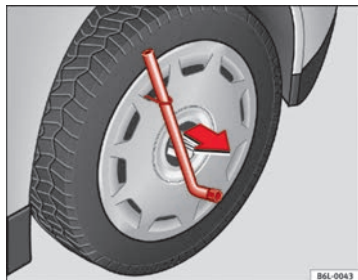

Fig. 144 Retirer l'enjoliveur de roue plein
- Retirez l'enjoliveur plein de la roue à l'aide de l'étrier métallique ⇒ fig. 144.